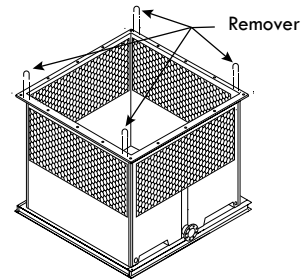

Figura A-6: Remover las argollas de la cisterna de una torre de un ventilador
- I. Una vez que instaló la cisterna, antes de instalar la siguiente sección, remueva las argollas de izar instaladas en la parte superior de cada esquina de la brida de la cisterna (ver Figura A-6).